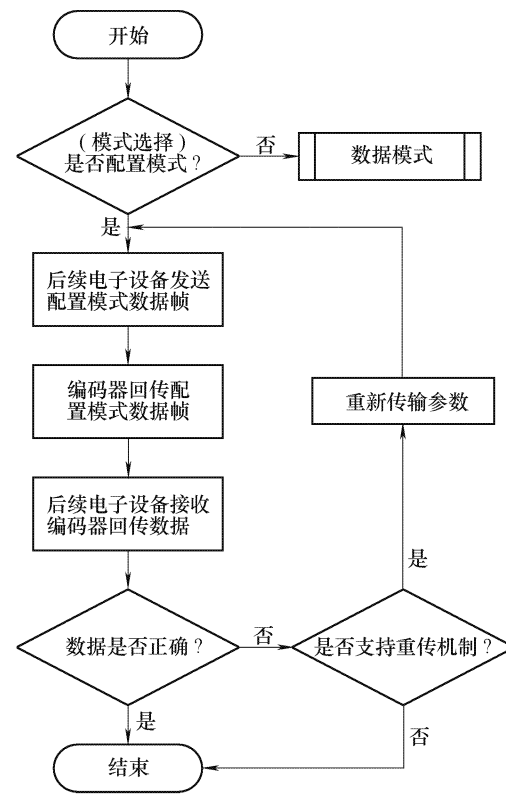

图 B.2
B.2 由后续电子设备和编码器组成的系统配置模式工作流程图如图 B.2 所示。